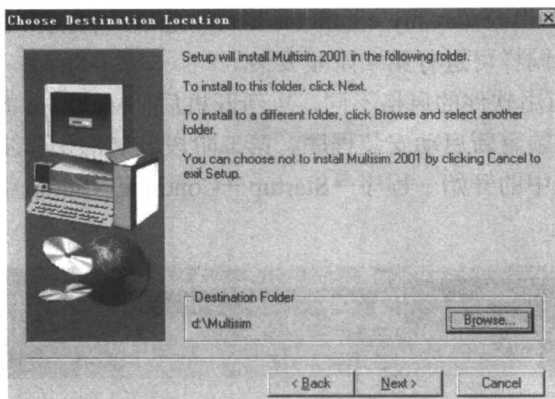

图 1-8 Choose Destination Location 对话框
(3) 在 Enter Information 对话框中, 要求输入功能码(Feature Code)。并非所有版本的 Multisim 都有功能码, 如教育版就没有。用户可忽略此项, 直接点击 Next 跳过, 忽略功能码输入后, 系统的使用会受到一些限制。
(4) 在 Choose Destination Location 对话框(如图 1-8 所示)中, 选择安装的路径。默认路径为 C:\Multisim, 点击 Browse 按钮可进行改动(如 D:\Multisim), 改动完成后再点击 Next 按钮继续执行。